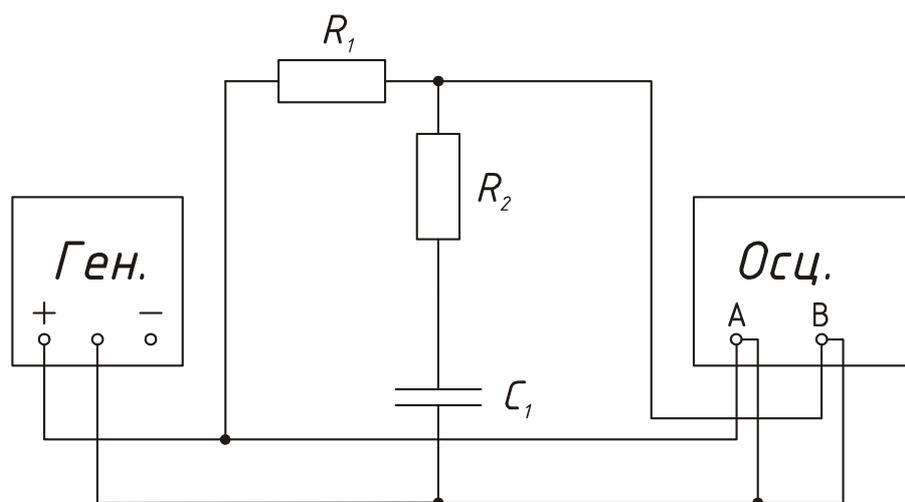

Рис.6.1. Схема измерения АЧХ и ФЧХ цепи с емкостным элементом
2. Для снятия амплитудно-частотной и фазо-частотной характеристики делителя напряжения с емкостным элементом необходимо собрать схему рис.6.1. На генераторе установить режим гармонических колебаний, с частотой колебаний 1 кГц. Номинальные значения для элементов выдаются преподавателем.